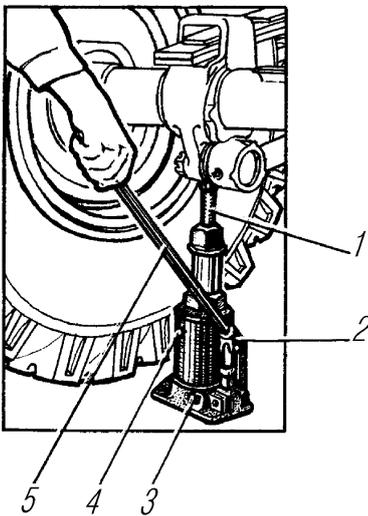

Рис. 127. Пользование домкратом:
- установите домкрат в нужное положение, выверните винт *1* (рис.127) на требуемую величину, при слабом грунте для увеличения площади опоры предварительно положите под основание домкрата прочную доску или другой плоский предмет;